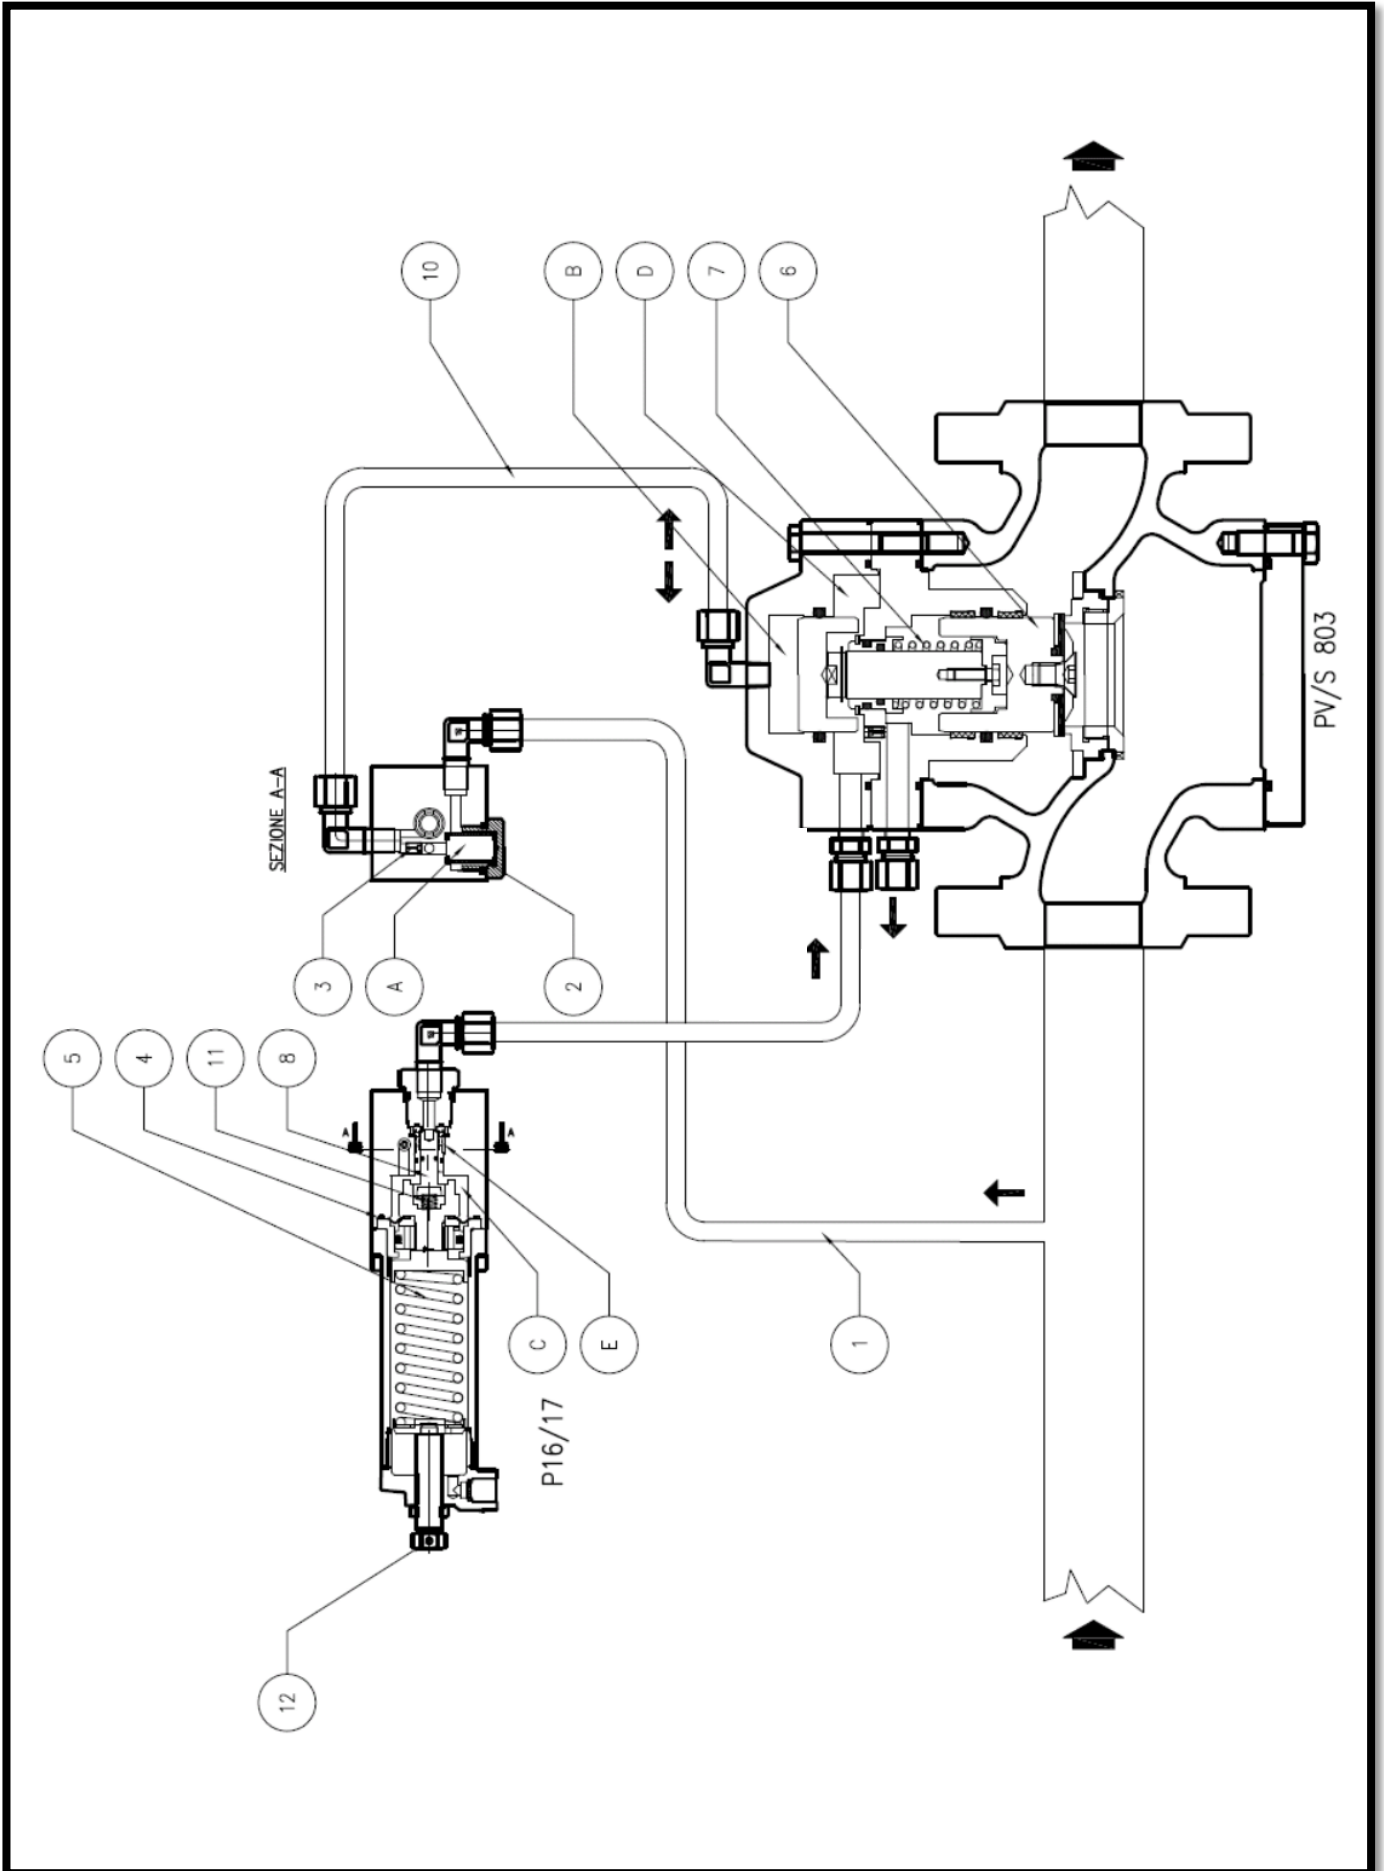

Figure 1
Voir figure 1 : Dans des conditions normales, la pression contrôlée, qui est l'entrée de vanne, arrive par l'intermédiaire de la conduite de raccordement (1) et le filtre (2) à la chambre (A) et (C) du pilote et à travers l'orifice (3) à la chambre principale de la vanne (B).